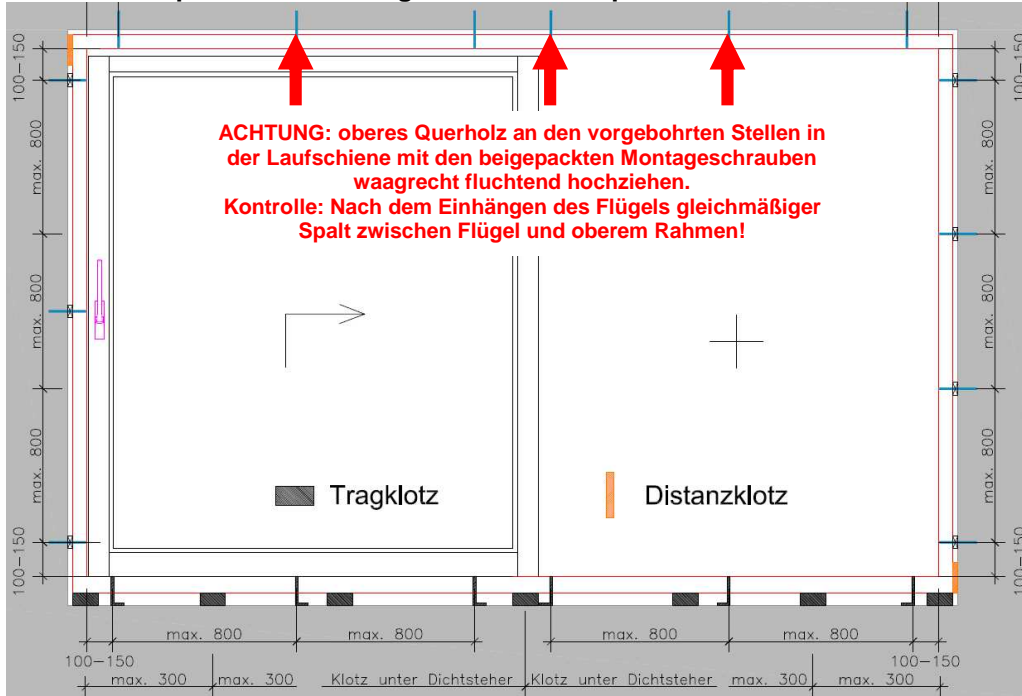

Abb. 1: Anordnung der Trag- und Distanzklotze, sowie der Befestigung.
1. Vor Montage des Elementes müssen Tragklötze im Abstand von max. 300 mm gemäß Abb.1 vorbereitet werden. Achtung: diese Tragklötze müssen ca. 16cm tief sein, und über die ganze Elementbreite und -tiefe einnivelliert und befestigt werden. Sie dienen zur Lastabtragung und zur Verhinderung einer Durchbiegung.
5. Senkrecht an der Fixteilseite und an der Anschlagseite ist jeweils ein Distanzklotz unten bzw. oben einzusetzen (immer diagonal); siehe Abb. 1.
Die **Fixteilseite** kann mit am Baukörper verdübelten Mauerlaschen fixiert werden. Bei Stahlbeton und Ziegelmauerwerk kommen **Turboschrauben** $\varnothing \geq 7,5$ mm bzw. bei Holzwandaufbauten **Spaxschrauben** $\varnothing \geq 6,0 \times 100$ mm (Teilgewinde) im Abstand von der Rahmeninnenecke 100 mm-150 mm zum Einsatz. Der **max. Abstand untereinander** soll **800 mm** nicht übersteigen; siehe Abb. 1. Die **Einschraubtiefe** der Schrauben am Baukörper sollte mind. 70 mm betragen.